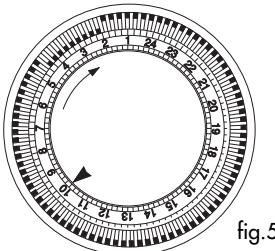

fig.5
- bieżącą godzinę. Jeśli jest np. godzina 10:00, przekręcać w kierunku zgodnym z ruchem wskaźówek zegara ponumerowane pokrętło programatora dopóki zaznaczona na nim cyfra 10 nie zrówna się z odpowiednią podziałką ▲ zaznaczoną na programatorze (rys.5).